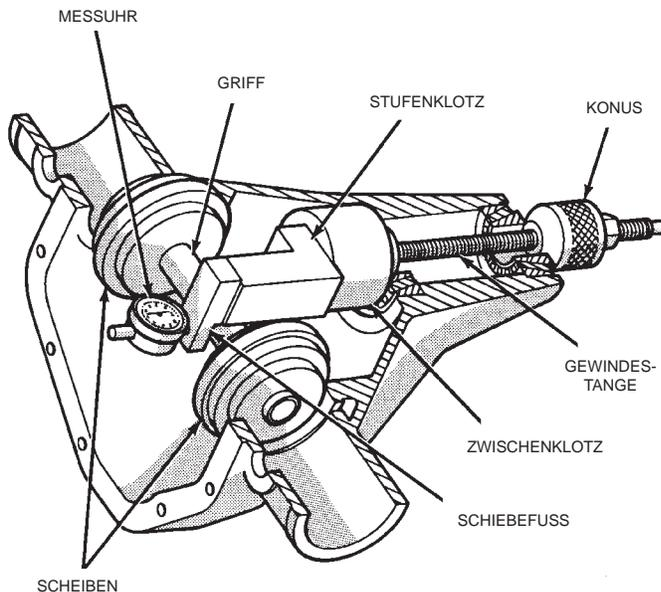

Abb. 59 Spezialwerkzeuge zum Messen der Tiefe des Antriebskegelrads
Für die Messung müssen Lagerschalen und Lager des Antriebskegelrads im Gehäuse eingebaut sein. Die Messung wird mit Werkzeug 6730 und Meßuhr C-3339 (Abb. 59) vorgenommen.
- (1) Stufenklotz 6739, Zwischenklotz 6734 und Lagerkonus des Antriebskegelrads auf die Gewindetange 6741 montieren (Abb. 59).